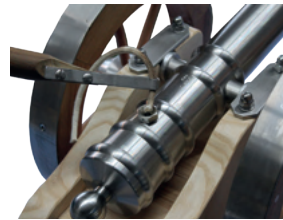

Abb. 42: Vorderladerkanone mit Luntentockanzündung
- Abfeuern: Durch Absenken des Luntentockes die Lunte in die Pulverpfanne eintauchen (s. Abb. 42, S. 103).